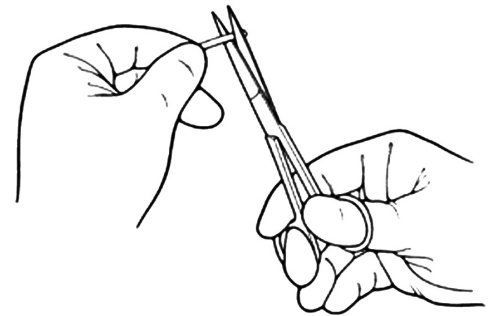

Figura 4-30. Tăiați tuburile
1. Folosind o foarfecă curată și cu tăișul bun, tăiați tuburile drept, pentru a se potrivi anatomiei pacientului. (Figura 4-30)